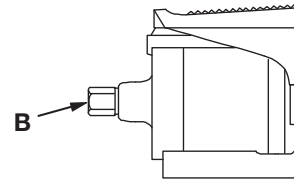

Figuur 4
**OPMERKING:** Gebruik anderhalve slag Teflon-band en houd de eerste volledige gang vrij om te voorkomen dat er stukjes band afbreken en in het systeem terecht komen. Zie figuur 4.